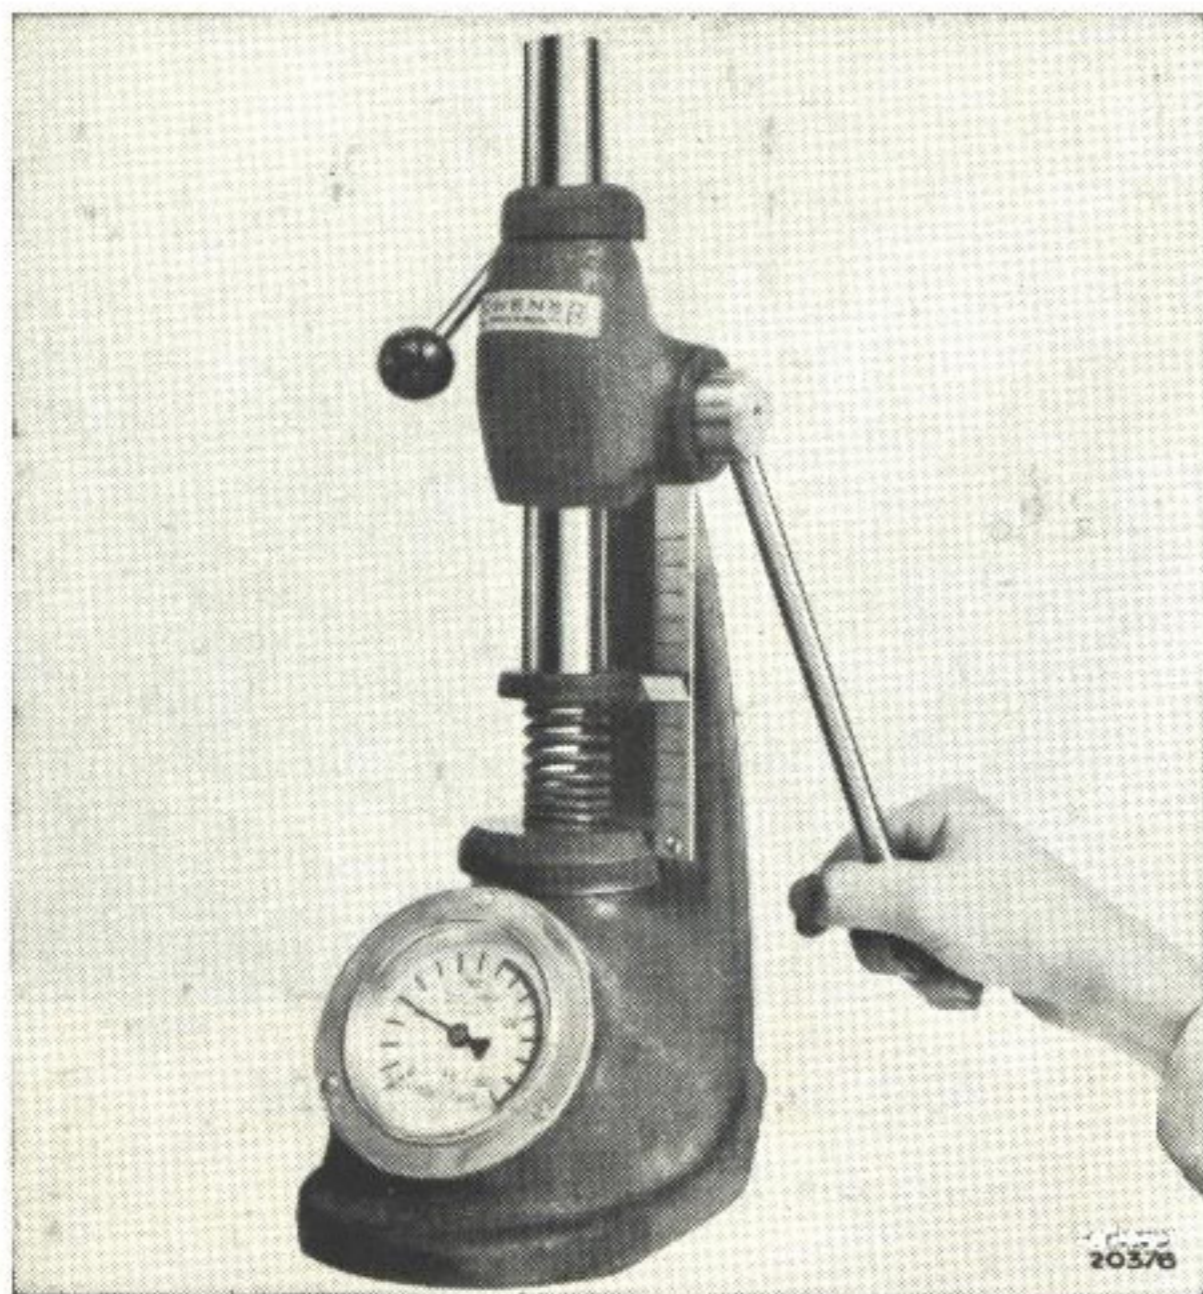

Bild 38. Provning av fjäder.
1. Kontrollera att delarna är felfria och rena. Prova att fjädrarna håller de värden som anges i specifikationen. Se även bild 38.